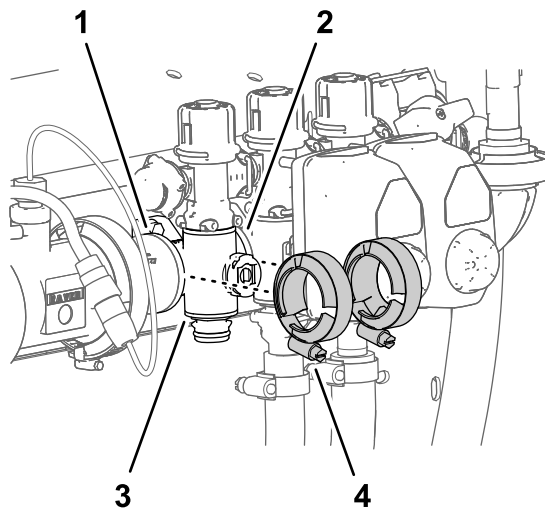

Figura 119
4. Monte provisionalmente las bridas de fijación que retiró en Instalación del distribuidor de sección \(página 87\) en las bridas del distribuidor de la válvula de sección y las bridas de las otras válvulas de sección y/o adaptadores de acoplamiento (Figura 119).
- Apriete las 2 bridas de fijación a mano (Figura 119).